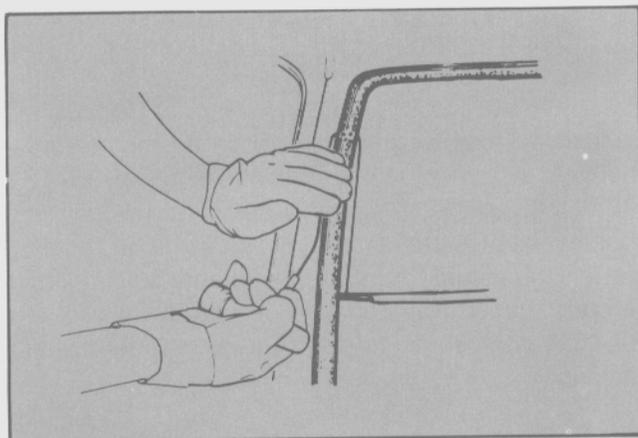

Fig. 6 - Colocación de la herramienta especial T84G-42084-BAS para iniciar el corte del adhesivo.
- Introducir el extremo de sujeción de la herramienta en el adhesivo, a modo de punto de apoyo, a 35-40 cm del lugar por donde se introdujo el cable de corte (Fig. 6).
- Seguidamente, un operario sostendrá el extremo de sujeción de la herramienta desde el interior del vehículo, mientras que un segundo operario tira del mango de sujeción desde el exterior. Esta acción, debe realizarse uniformemente, con la finalidad de lograr un corte suave a través del adhesivo y manteniendo, con la mano libre, el cable de corte pegado al borde del cristal (Fig. 6).